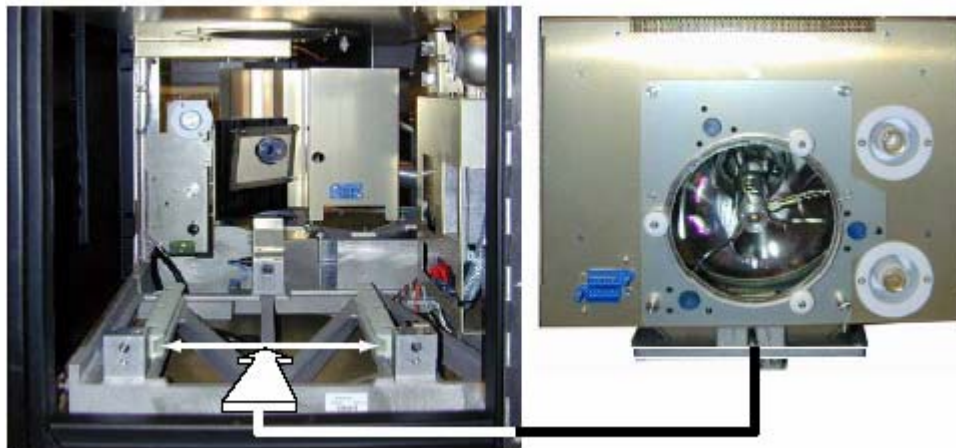

图 7-3 将灯组件支脚放进基座
1. 将灯组件放在数字放映机的灯基座上，将灯组件的支脚与基座上的槽对准。（图7-3）